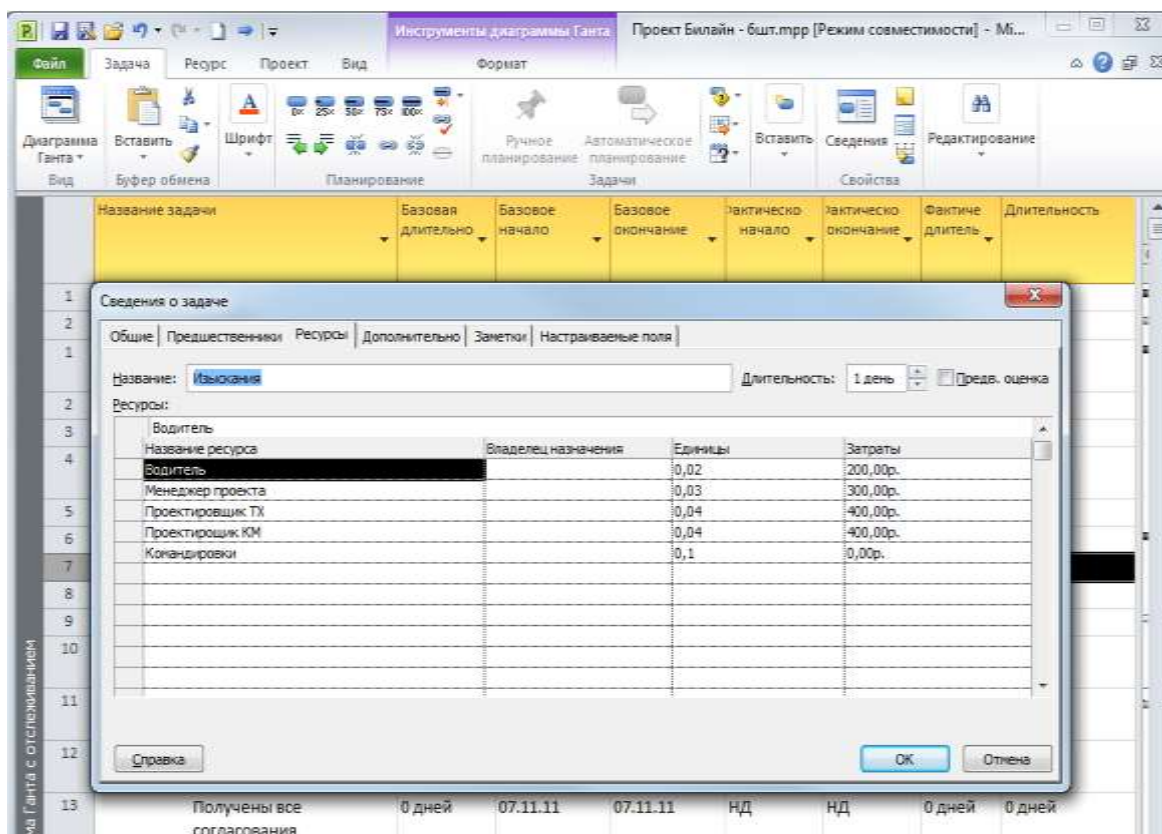

Рис. 7.3 - Назначение ресурсов через окно «Сведения о задаче»
2. Щёлкнуть дважды левой кнопкой мыши на задаче или вызвать через щелчок правой кнопкой мыши меню с пунктом «Сведения» и в окне «Сведения о проекте» на закладке «Ресурсы» в колонке «Название ресурса» нажать на треугольник, и в выпавшем меню выбрать нужный ресурс и указать, при необходимости требуемое количество ресурсов для исполнения работы, Рис. 7.3.